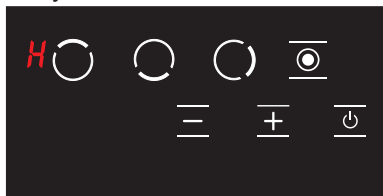

Рисунок 23
4. После этого устройство переключится в режим ожидания. Но если есть горячая конфорка даже после того, как устройство переключится в режим ожидания, отобразится **H**. (см. Рисунок 23)